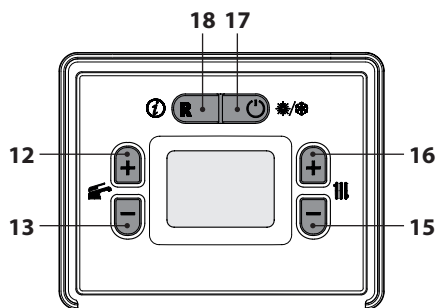
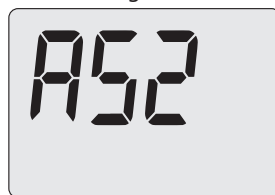

Figura 5.27
Figura 5.28
- Premere il tasto 12 fino a far apparire sul display LCD codice **A52**, indicante l'entrata nel "parametro A52" (Figura 5.28).
- Utilizzando i tasti 15 o 16 (Figura 5.27) è possibile modificare il valore del parametro A52:
- Premendo il tasto 12 o 13 (Figura 5.27) si ottiene la conferma del valore inserito e si ritorna alla lista parametri (Figura 5.28).
- Premendo il tasto 17 (Figura 5.27) si esce dalla "modalità programmazione".